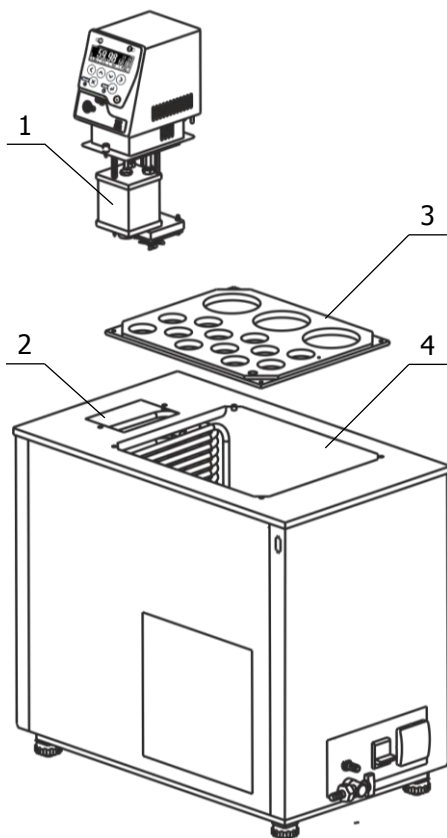
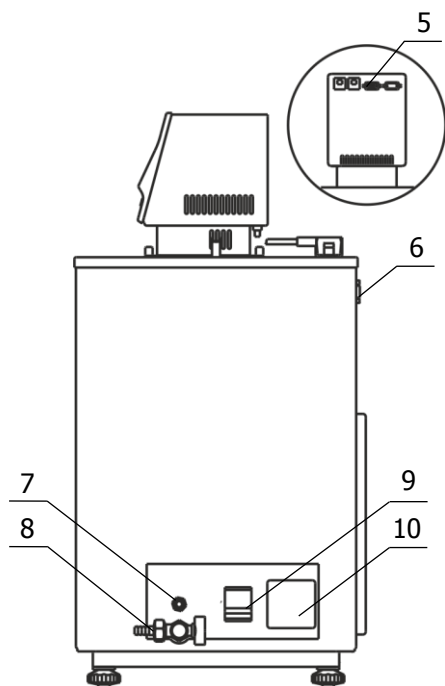

Рисунок 3 — Установка блока регулирования
Рисунок 4 — Правая панель ванны термостата
2.2.3 Блок регулирования погрузить в отверстие 2 (рисунок 3) и зафиксировать винтовыми фиксаторами на крышке термостата.
2.2.4 К переливному штуцеру 7 (рисунок 4) присоединить гибкий шланг. Второй конец шланга опустить в емкость для сбора излишков теплоносителя объемом 1.5–2 литра.
2.2.5 Заполнить ванну термостата теплоносителем через отверстие над рабочей зоной 4 (рисунок 3) до момента начала слива теплоносителя из переливного штуцера 7 (рисунок 4). Температурный диапазон применения теплоносителя должен соответствовать значениям, указанным в 1.2.6.
2.2.6 Вставить вилку сетевого кабеля блока регулирования в розетку 10 (рисунок 4). Соединить кабелем из комплекта поставки блок регулирования (разъем 5) и холодильную машину (разъем 6). Сетевой кабель термостата подключить к питающей сети напряжением 220 В. Для этого в лабораторном помещении должна быть установлена электрическая розетка из комплекта поставки термостата.
2.2.7 Автоматический выключатель 9 (рисунок 4) перевести в положение «включено».
Причина отсутствия перемешивания — неправильная работа насоса, вызванная воздушной пробкой, образовавшейся в резервуаре 1 (рисунок 3). Для ее устранения необходимо:
- несколько раз вынуть из ванны и погрузить обратно блок регулирования температуры для вытеснения воздушной пробки из резервуара 1 (рисунок 3);
2.2.9 Установить крышку 3 (рисунок 3) над рабочей зоной и закрепить винтами из комплекта поставки.
2.4.5 Надеть сливной шланг из комплекта поставки на сливной кран 8 (рисунок 4) и закрепить его хомутом. Свободный конец шланга опустить в емкость для сбора теплоносителя объемом не менее 35 литров.